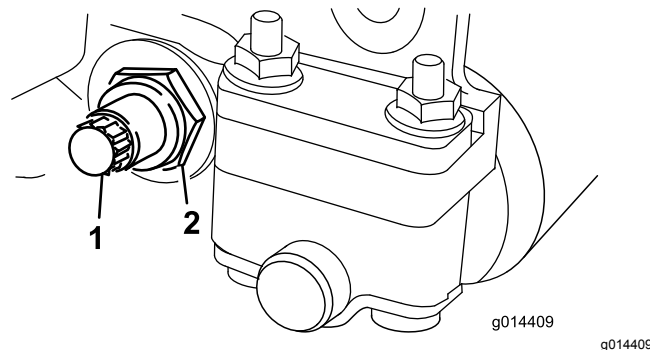

Figura 21
3. Su ciascun lato della macchina, allentate il dado di bloccaggio che fissa il bullone della barra di appoggio (Figura 21).
4. Togliete i bulloni della barra di appoggio perché quest'ultima possa essere tirata in giù e tolta dall'apparato di taglio (Figura 21).